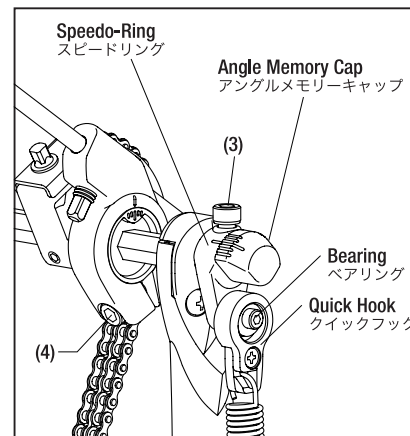

Fig.2(図2)
Fit the Quick Hook onto the Speedo-Ring's Bearing (Fig.2).
まずクイックフックを、スピードリングのベアリング部にセットします(図2)。
The angle of the Beater can be adjusted along with the angle of the footboard by loosening the bolt (3) on top of the Speedo-Ring. You may test the gradations of the Angle Memory Cap, attached to the end of the shaft (The longer line on Angle Memory Cap shows the factory set-up position), by adjusting it a bit at a time. As the angle of the Beater is lowered, the footboard rises. Once the desired angle is reached, while keeping the Speedo-Ring in contact with the Angle Memory Cap as shown in the photo, tighten the bolt (3) firmly to secure it (Fig.2).
スピードリング上端のボルト(3)を緩めるとビーター角度とフットボード角度を連動して調整することができます。シャフトの端にあるアングルメモリーキャップの目盛りを目安に少しずつ調整してください(長い目盛りが出荷時の標準位置です)。ビーター角度を倒すにしたがってフットボードが上がります。好みの角度が決まったら、写真のようにスピードリングをアングルメモリーキャップに当てながらボルト(3)を締めて固定してください(図2)。
The Vari-Pitch Beater Holder lets you adjust the beater angle independently (without affecting the pedal plate). To adjust the beater angle, loosen the bolt (4) using the drum hammer. Once the desired angle is reached, retighten the bolt firmly (Fig.2).
バリピッチ・ビーターホルダーで、ビーターの角度を独立して調整することができます。ボルト(4)を、ドラムハンマーで緩めて調整し、好みの角度が決まったらしっかりとボルトを締めてください(図2)。